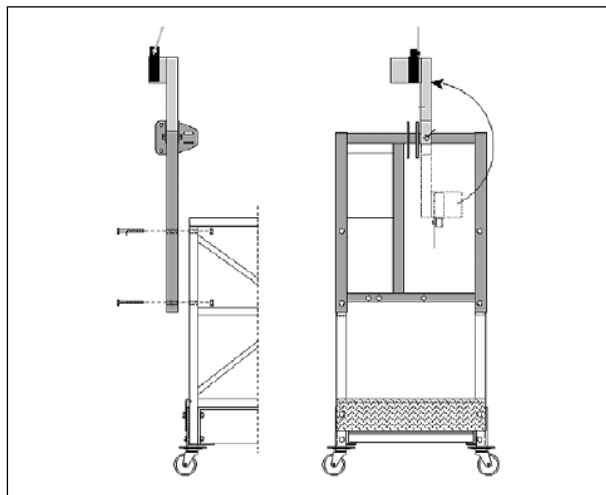

Figura 5. Montaje de la protección lateral de la plataforma
Los dos extremos de la plataforma se cierran mediante un complemento acoplable a la lira y hasta 1 m de altura que hace las funciones de protección lateral. Ver Figura 5.
- Montaje de las protecciones perimetrales y laterales. Ver Figura 5.